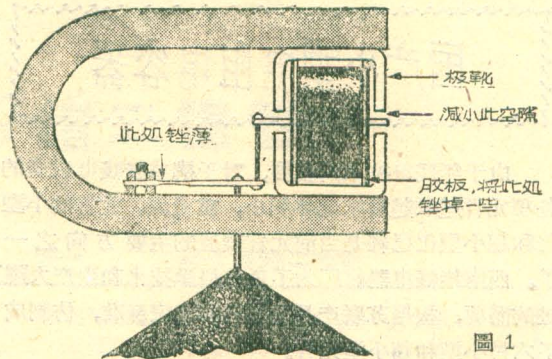

图 1
3. 1958年第7期第14页图1中 R_4 应为0.5， C_5 应为0.1，原小数点在版上均因腐蚀过甚漏掉。
一、减小舌簧与极靴间空隙：首先把喇叭全部拆卸开，把垫住极靴的线圈框（胶木板）锉窄一些（图1）。但要注意不要锉得过多，要随锉随试，直到极靴与舌簧间仅有一最小的缝隙似触而未触时为止。